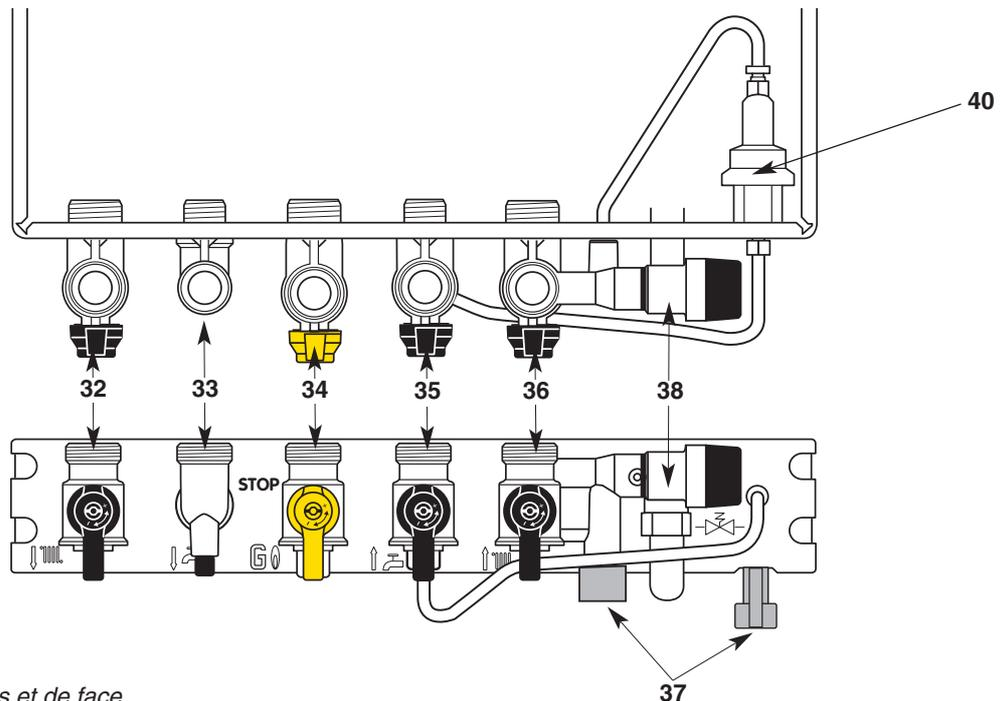

Fig. 22 - Vues de dessus et de face
Barrette robinetterie (fig. 22)
4. Ouvrez le robinet d'arrivée de gaz **34** (fig. 22), sur la position .
- Coupez l'arrivée du gaz en tournant le robinet **34** (fig. 22), sur la position STOP.
Dans certains cas d'installation, il est possible qu'il se produise, après puisage d'eau chaude, un léger réchauffement de la canalisation (et éventuellement d'un radiateur). Pour l'éviter, il suffit de fermer le robinet départ chauffage **32** (fig. 22).
*Ne pas oublier de le rouvrir en début de saison de chauffage, lorsque l'on replace le commutateur **23** (fig. 22) en position .*